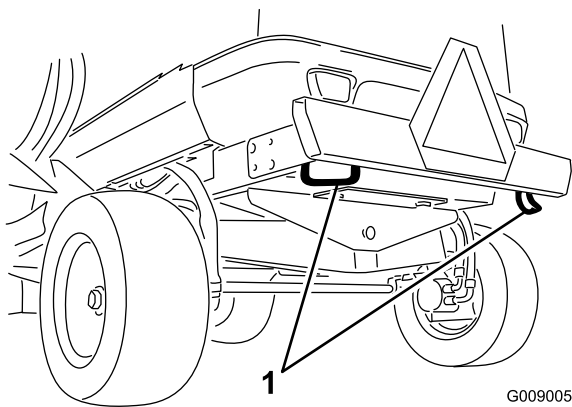

Bild 40
- Vergurtungsstelle vorne (2)
- Hintere Stoßstange (2 Stellen) (Bild 40).